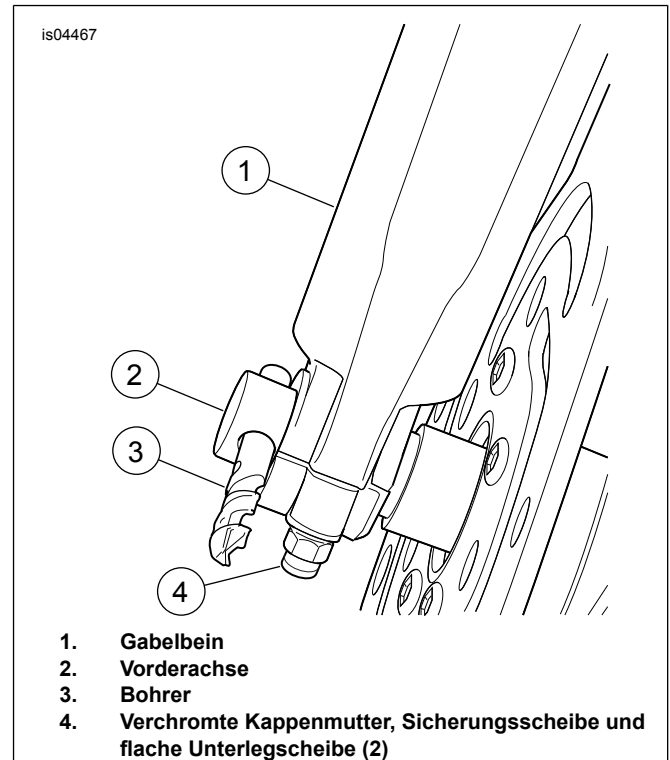

Abbildung 1. Das Vorderrad ausrichten.
5. Für Modelle ab 2000: Siehe Abbildung 1. Einen 7/16-in-Bohrer (3) in das Loch in der Vorderachse (2) einsetzen. Am rechten Gabelbein (1) ziehen, bis es den Bohrer gerade eben berührt.